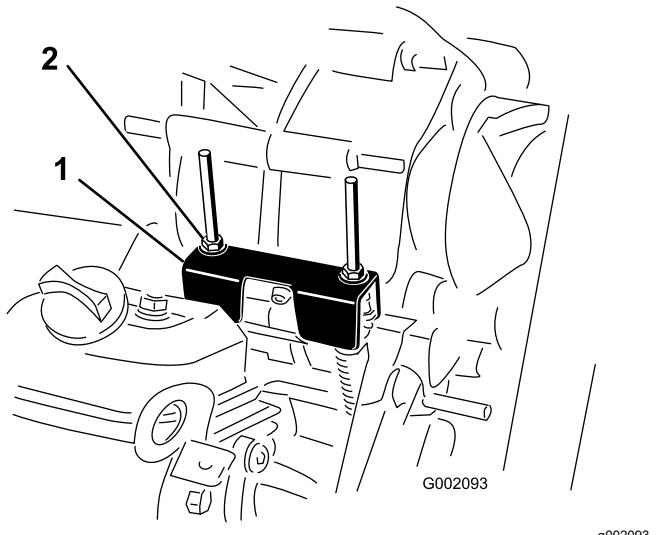

Figure 64
Lors des entretiens courants et/ou des diagnostics du moteur, vous devez placer la boîte-pont au POINT MORT (Figure 64). La position POINT MORT de l'inverseur de marche commande le point mort de la boîte-pont. Procédez comme suit pour vérifier
- Vérifiez que la patte de réglage du point mort est à la position POINT MORT (au même niveau que le support de fixation du câble situé sous la patte d'inversion de marche) en tournant l'embrayage (Figure 64).
- Tournez un des contre-écrous (Figure 64) pour obtenir un espace de 0,762 à 1,524 mm entre le bas de l'écrou/rondelle et la patte de réglage du point mort.